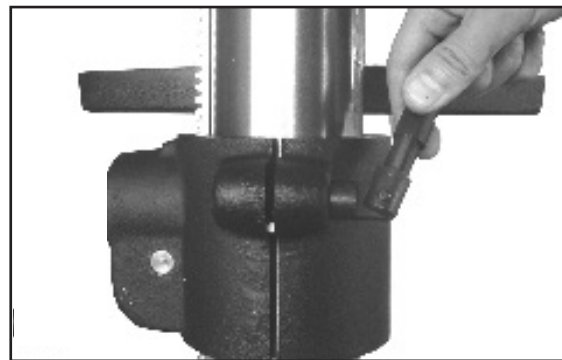

Figure 12
1. Installez le gros levier de blocage (#16A) sur le joint arrière du support de table et serrez le levier de blocage (Figure 12)..